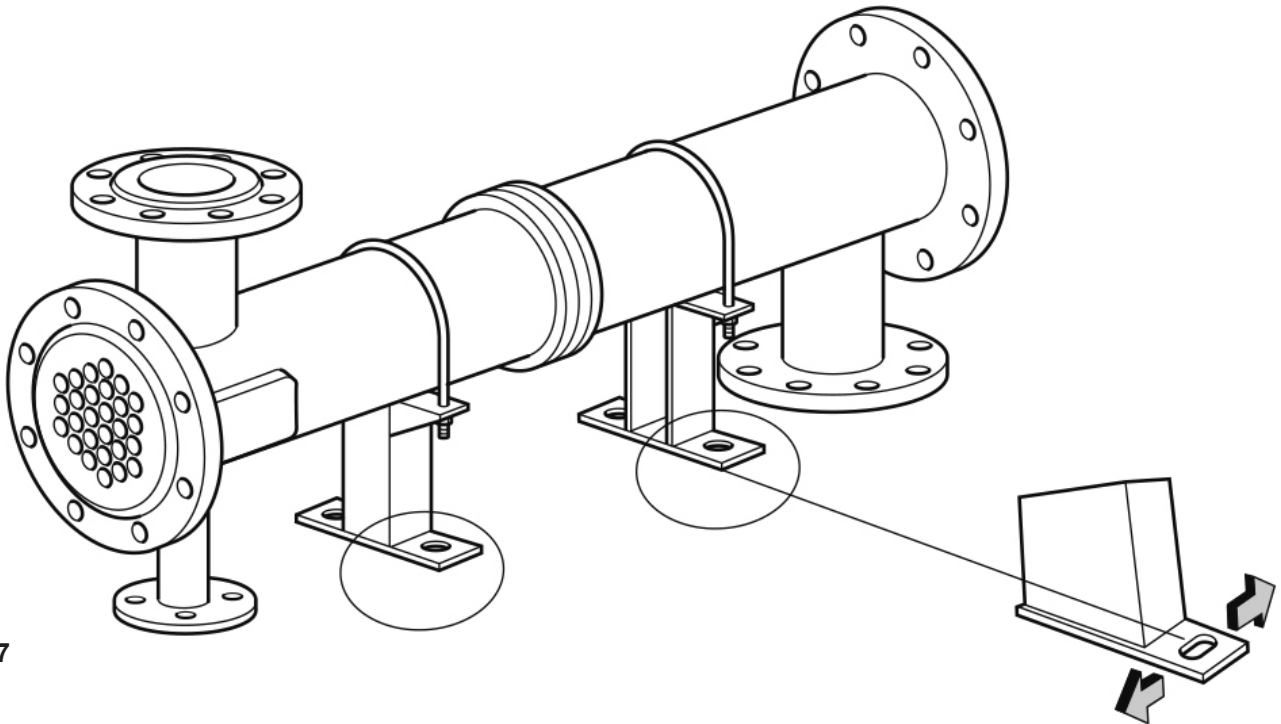

Fig. 7
4.6 Déposer les écrous de fixation de l'une des extrémités pour permettre la libre dilatation (Fig. 7).